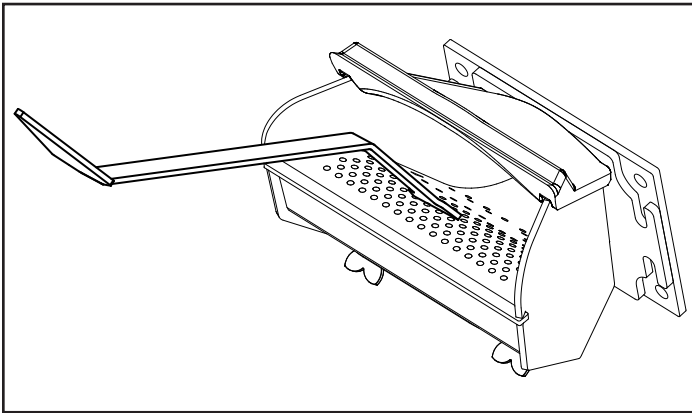

Figure 2.1
- À l'aide de gants résistant aux flammes, grattez vigoureusement la surface et les côtés du pot de combustion jusqu'à la tarière, assurez-vous de vous concentrer dans le cou du brûleur. Figure 2.1.